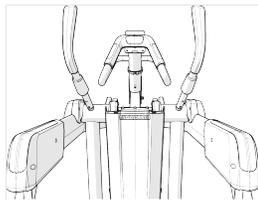

Abbildung 18
- Die beiden Haltegriffe sollen so weit wie möglich nach außen zeigen. Beide Haltegriffe sollten sich im gleichen Winkel zum Gehäuse des AMT befinden und leicht nach außen geneigt sein (Abbildung 18).